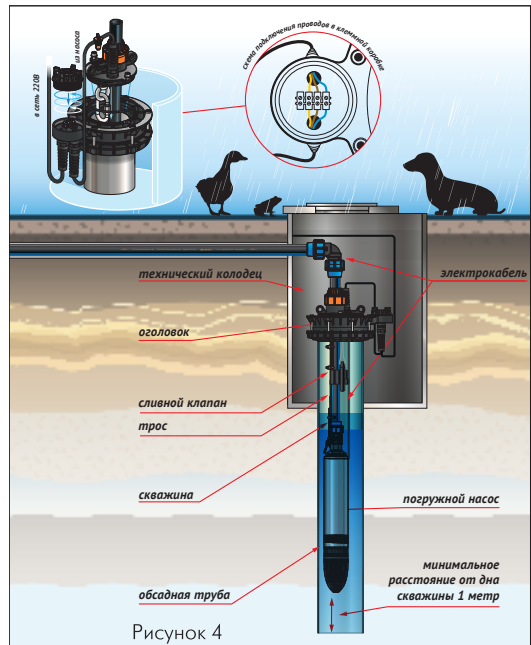

Рисунок 4
- Коммутация сетевого кабеля и электрического кабеля производится по схеме (рисунок 4).